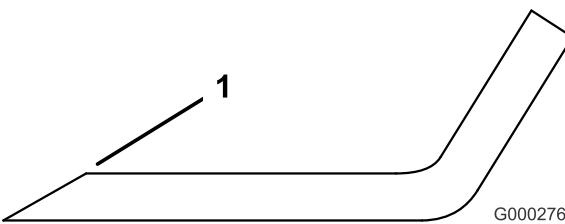

Figure 78
1. Au moyen d'une lime, aiguissez les tranchants aux deux extrémités de la lame (Figure 78).